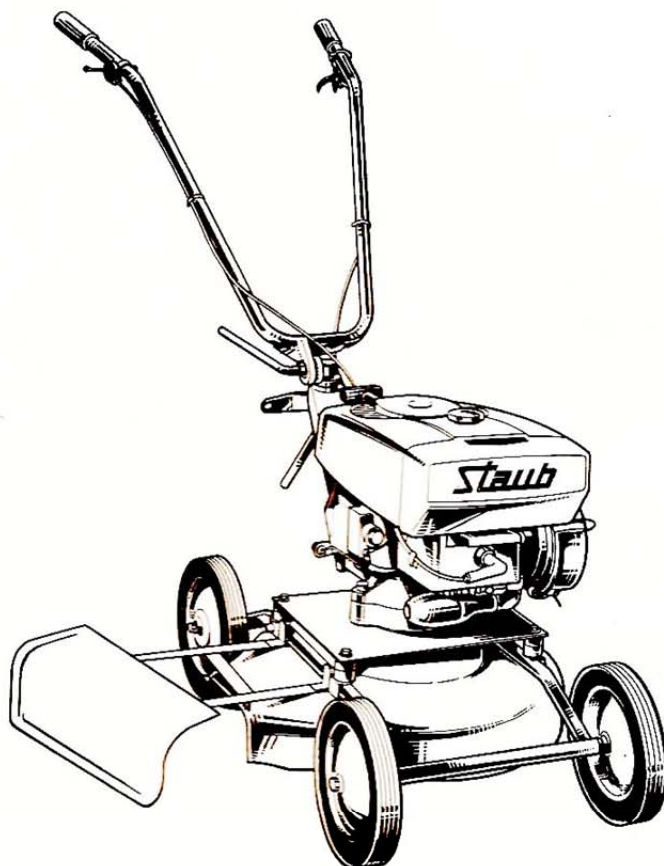

Fig. 14
- La tondeuse simple à pousser (fig. 14).
a) Tondeuse simple à pousser (fig. 14)